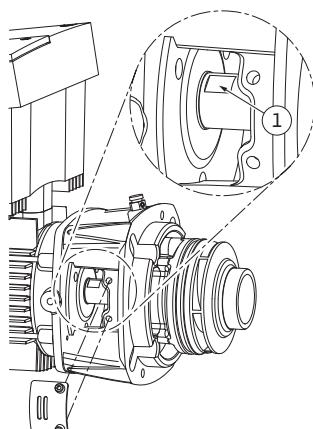

Fig. 54: Nyckelytor på axeln
15. För in en blocknyckel, optimal nyckelvidd 22 mm, i lanternans öppning och håll fast axeln mot nyckelytan (Fig. 54, pos. 1). Dra ut pumphjulsmuttern (Fig. 7, pos. 15). Pumphjulet (Fig. 7, pos. 16) dras automatiskt bort från axeln.
24. Montera pumphjulet genom att föra in en blocknyckel, optimal nyckelvidd 22 mm, i lanternans öppning och hålla fast axeln mot nyckelytan (Fig. 54, pos. 1).